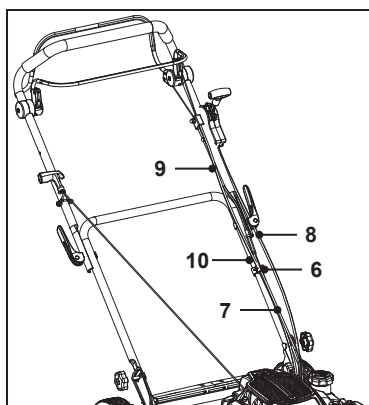

Fig. 4
5. Fixer le câble de traction (7), le câble de vitesse (8) et le câble de frein (9) de sorte que le serre-câble (6) se trouve sur le côté gauche du guidon inférieur (10) (vue depuis la position de l'opérateur) (Fig. 4).